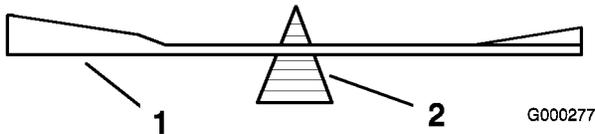
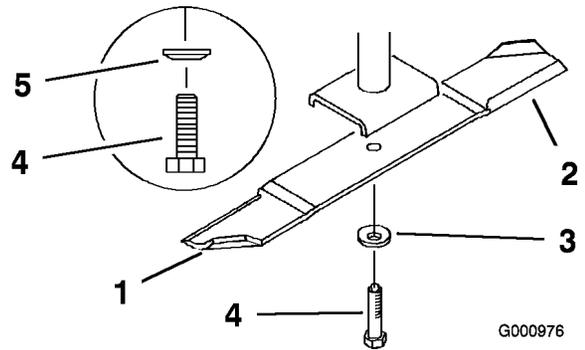

Figure 79
Figure 80
2. Retirez de l'axe le boulon, la rondelle élastique et la lame (Figure 80).
2. Vérifiez l'équilibre de la lame en la plaçant sur un équilibreur (Figure 79). Si la lame reste horizontale, elle est équilibrée et peut être utilisée. Si la lame est déséquilibrée, limez un peu l'extrémité de la partie incurvée seulement (Figure 80). Répétez la procédure jusqu'à ce que la lame soit équilibrée.
1. Placez la lame sur l'axe (Figure 80).
2. Installez la rondelle élastique et le boulon de la lame. Le cône de la rondelle élastique doit être dirigé vers la tête du boulon (Figure 80). Serrez le boulon à 115-150 Nm.